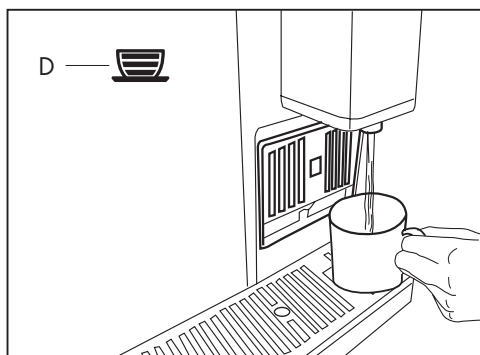

Fig.6
- Premere il tasto (D) **(Fig. 6)** ed attendere la fine dell'erogazione. In questo modo la macchina si è risciacquata.